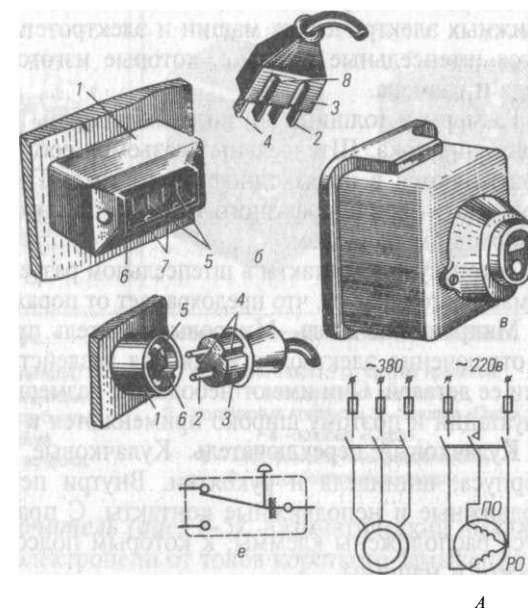

Рис. 1-3. Аппараты включения.
**Аппараты включения (рис. 1-3).** К ним относятся рубильники, кнопочные пускатели, пакетные выключатели, штепсельные разъемы, микропереключатели и кулачковые переключатели.